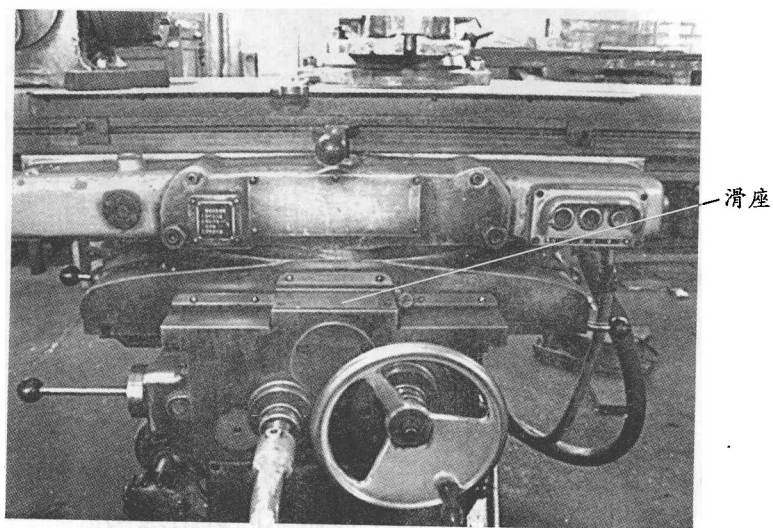

图 1-11 滑座
(6)滑座 位于升降台上的水平导轨上,如图 1-11 所示。它可带动工作台一起横向移动,以实现横向进给。